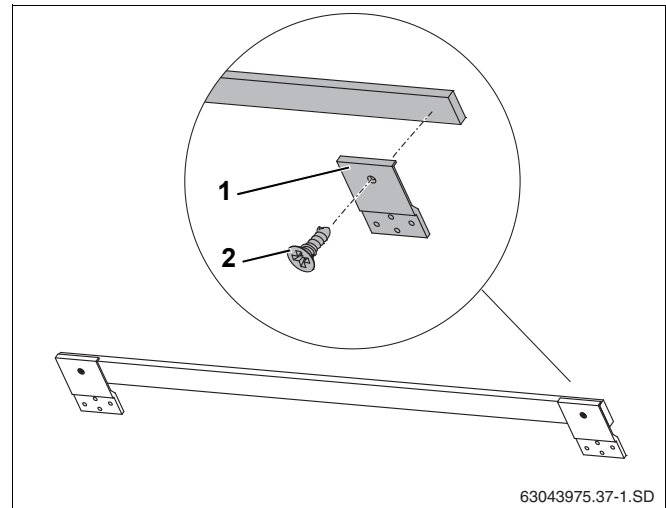

Рис. 10 Установка креплений от сползания
Для горизонтального монтажа нужно закрепить 3 крепления от сползания (рис. 10, **поз. 1**) на деревянной планке (рис. 10, **поз. 2**) (2 снаружи, 1 в середине).
- ▶ На концах деревянной планки закрепите два крепления от сползания (рис. 10, **поз. 1**) саморезами 4x10 (рис. 10, **поз. 2**).